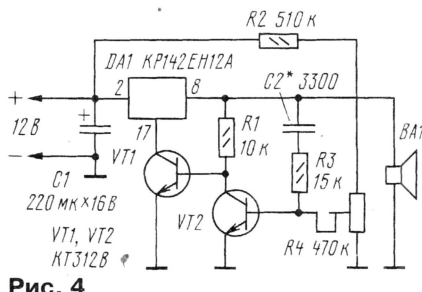

Рис. 4
**Мощная сирена.** Ее схема показана на рис. 4. На двух транзисторах и микросхеме собран генератор прямоугольных импульсов звуковой частоты, а в качестве излучателя используется мощная динамическая головка BA1. Ее выбирают исходя из получения максимальной мощности при имеющемся напряжении питания. При этом следует учитывать, что максимальный ток через микросхему не должен превышать 1,5 А для KP142EH12A и 1 А для KP142EH12Б.